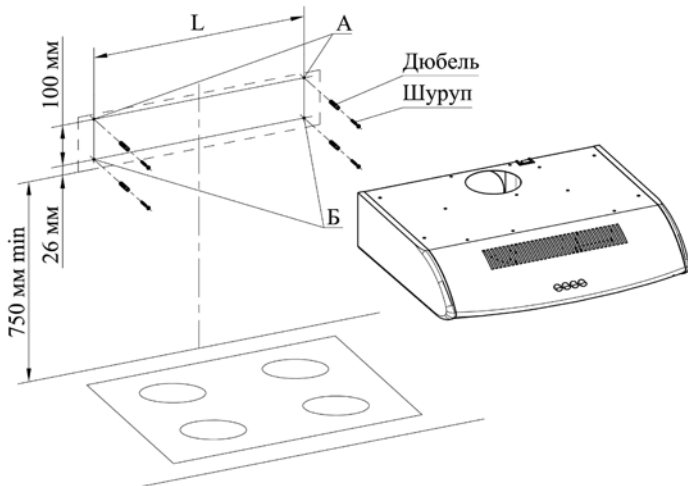

Рис. 3
ВНИМАНИЕ! МИНИМАЛЬНОЕ РАССТОЯНИЕ МЕЖДУ ПЛОСКОСТЬЮ УСТАНОВКИ ПОСУДЫ НА ПЛИТУ (НАГРЕВАТЕЛЬНОЙ ПОВЕРХНОСТЬЮ) И ВОЗДУХООЧИСТИТЕЛЕМ ДОЛЖНО БЫТЬ 75 см. ВОЗДУХООЧИСТИТЕЛЬ КРЕПИТЬ НА РОВНУЮ ПОВЕРХНОСТЬ (рис. 3).
- 6.3 С учетом установочной высоты и центральной линии разметьте на стене отверстия (А и Б) (рис. 3).
- 6.4 Просверлите отверстия (А и Б) диаметром 8 мм на глубину 50 мм (рис. 3).
- 6.5 В отверстия вставьте дюбели согласно рис. 3 и по отверстиям А заверните не до упора два шурупа, на которые навесьте воздухоочиститель со снятыми фильтром металлическим (крышкой).